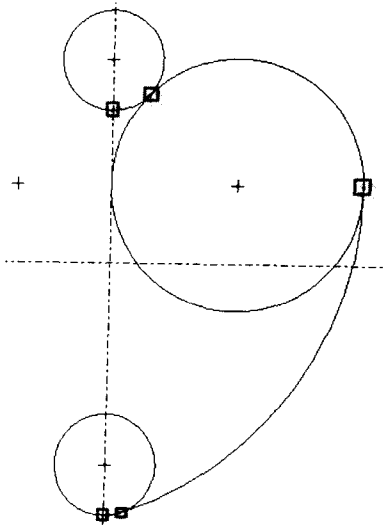

图1-8 插入分割点
- (1) 使用右工具箱中的  工具，在如图 1-8 所示 5 处位置插入分割点。